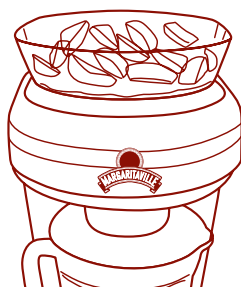

Figure 4
5. Remplissez le réservoir avec des glaçons. Figure 4